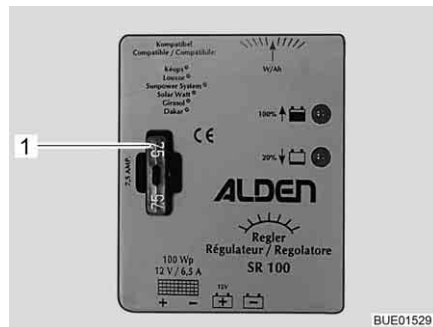

Fig. 146 Fusibile regolatore di carica del pannello solare 100 W
- Sostituire il fusibile piatto 5 A/marrone chiaro (Fig. 146,1).